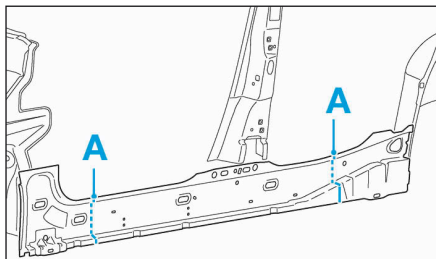

FIG.47
- Respecter les lignes de découpe (A) (Fig.47).